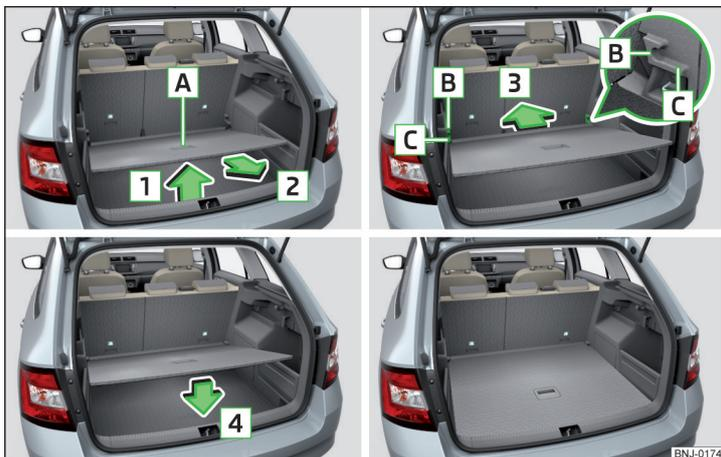

Fig. 106 Ajustar el suelo de carga variable en la posición superior
- Agarrar el suelo de carga variable por el agarradero **A** » fig. 106.